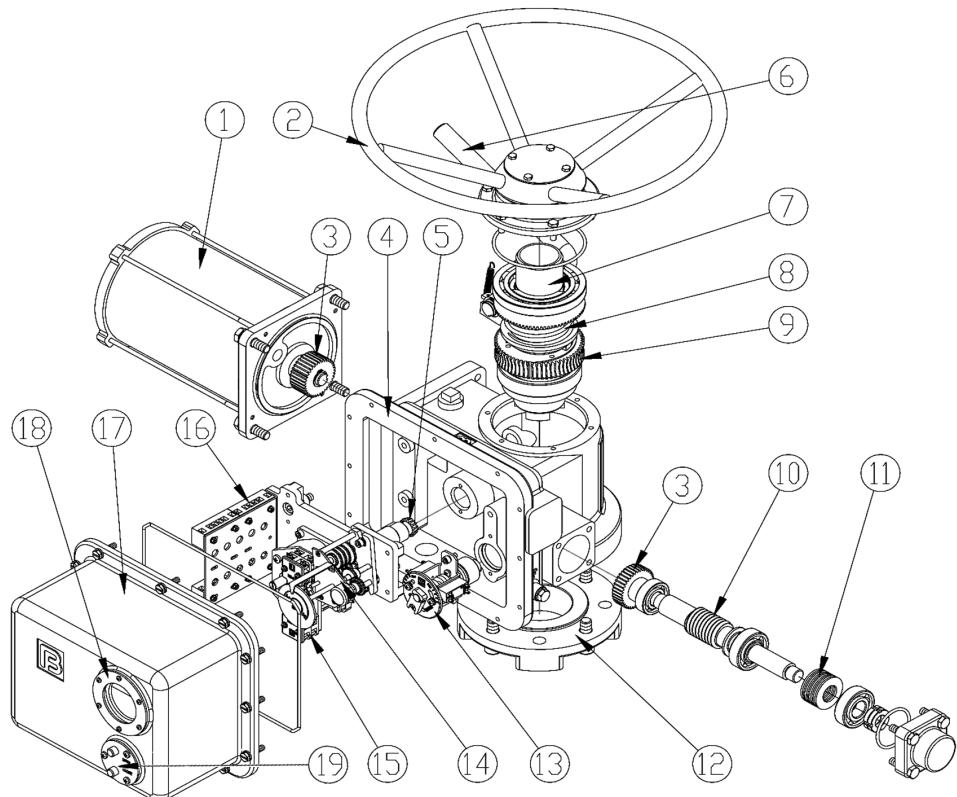
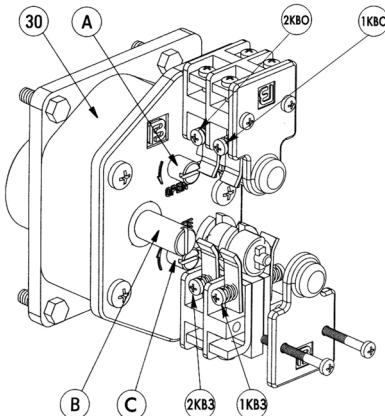

Рис.1 Электроприводы серии ГЗ-А, ГЗ-Б
Рис. 2 Ограничитель хода выходного вала
2.1 Электроприводы серии Г3-А, Г3-Б (рис. 1)
Ограничитель хода выходного вала состоит из редуктора 30 (рис. 2) и роторного механизма микровыключателей.
Двухсторонняя муфта ограничения крутящего момента (13) (рис. 1) состоит из червячного вала (10), сбалансированного по осевым перемещениям тарельчатыми пружинами (11) и ограничителя крутящего момента с пластиной С (рис 3).
Индикатор положения затвора арматуры (15) (рис. 1) состоит из набора установочных шестерен, потенциометра (40), регулируемых дисков с указателем положения затвора (47, 48). На стержне (42) имеется 4 зубчатых зацепления, позволяющих фиксировать шестерню (43), для трехступенчатой индикации положения затвора арматуры.
Вращение от электродвигателя (1) (рис.1) через прямозубую цилиндрическую шестерню (3) передаётся на червячный редуктор (9, 10), который обеспечивает вращательное движение выходного вала (7) и через кулачковую муфту преобразуется в поступательное движение штока затвора арматуры.
Ограничитель хода выходного вала (рис. 2) через переходной вал (5) (рис. 1) механически связан с выходным валом электропривода. После надлежащей настройки ограничитель хода выходного вала соответствует определенным положениям затвора. При достижении затвором арматуры этих положений срабатывают соответствующие микровыключатели, отключая электропитание электродвигателя.
Индикатор положения затвора арматуры (15) (рис. 1) механически связан с валом ограничителя хода выходного вала. После надлежащей настройки указания индикатора соответствуют определенным положениям затвора арматуры независимо от режима работы электропривода – ручного или электрического.